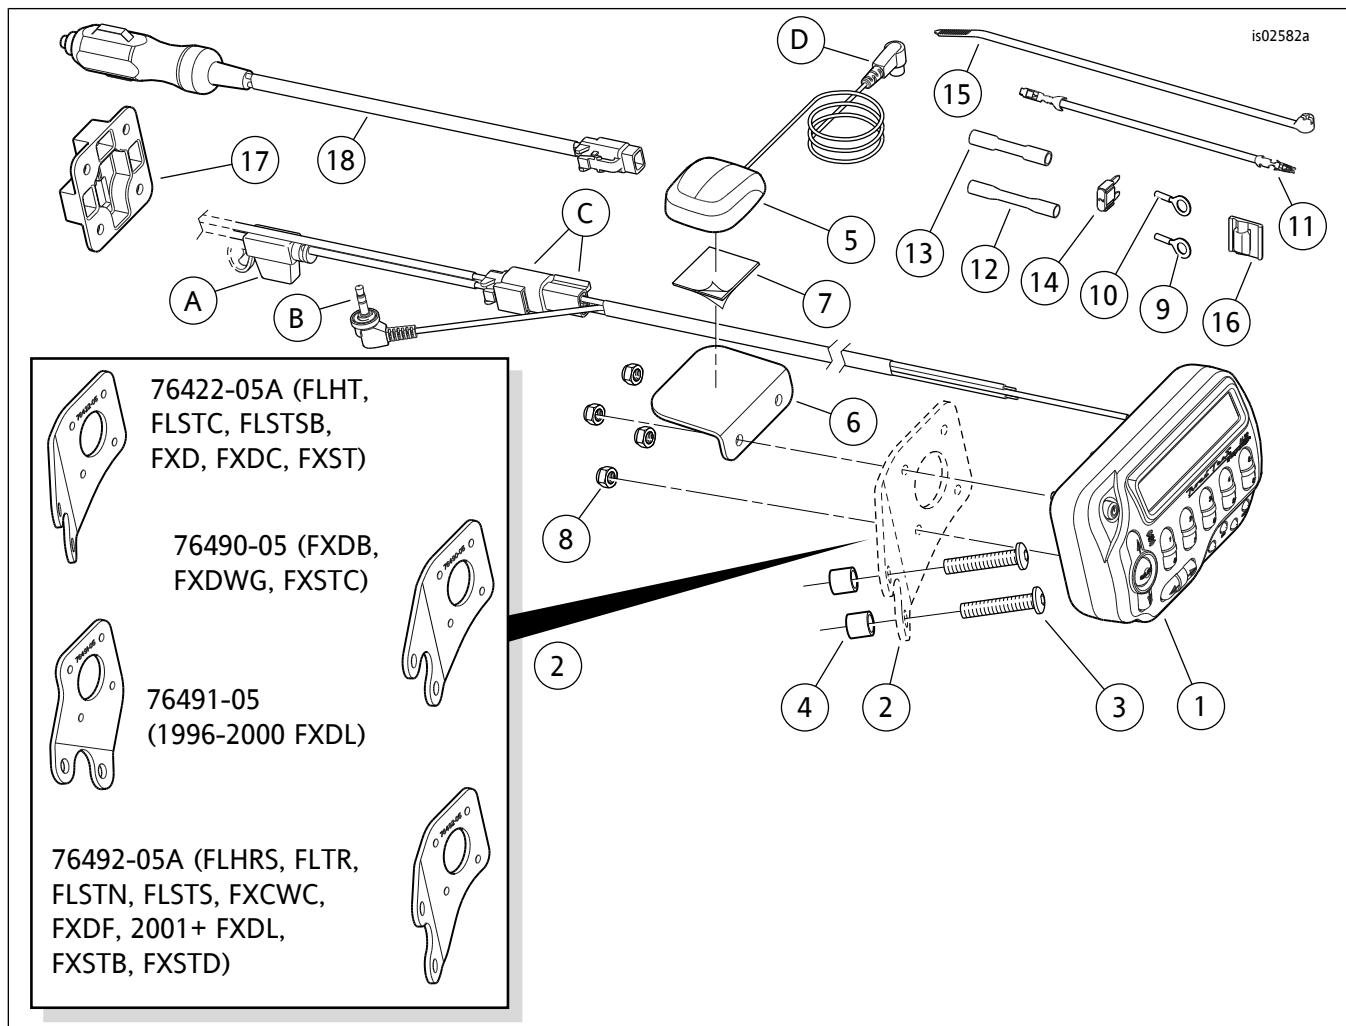

图12。维修零件，RoadTech XM卫星广播套件
6. 参见图12。将卫星接收器线束中橙色/白色导线的多余部分剪掉。使用套件中的红色密封拼接连接器(12), 将橙色/白色导线拼接到步骤4中安装的适配线上。
- 参见图12。将卫星接收器线束中橙色/白色导线的多余部分剪掉。使用套件中的红色密封拼接连接器(12),将橙色/白色导线拼接到步骤4中安装的适配线上。